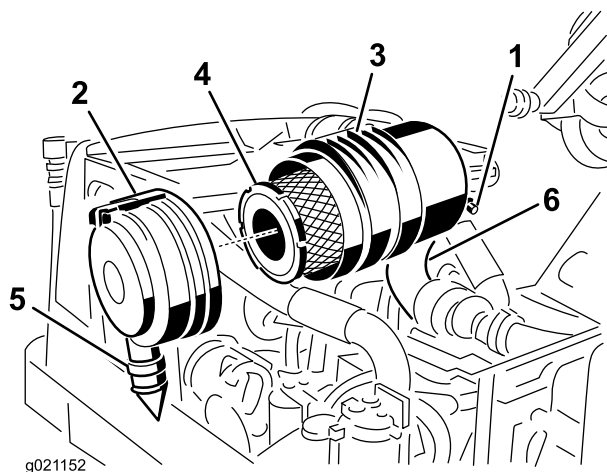

Рисунок 57
1. Оттяните защелку наружу и поверните крышку воздухоочистителя против часовой стрелки (Рисунок 57).
2. Снимите фильтр грубой очистки (Рисунок 57).
4. Замените фильтр грубой очистки (Рисунок 57).
8. Установите крышку так, чтобы резиновый выпускной клапан был обращен вниз, — в положение между примерно «5 и 7 часами», если смотреть с торца (Рисунок 57).